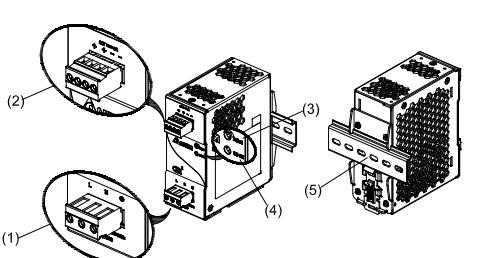
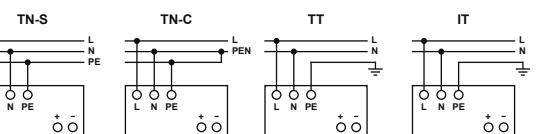

Figure 1
Figure 6
5.1. Anschluss der Eingangsklemmen (Abb. 1 (1), Abb. 6)
5.2. Anschluss der Ausgangsklemmen (Abb. 1 (2))
Verwenden Sie die Schraubklemmen „+“ und „-“, um den 24Vdc-Anschluss herzustellen. Am Ausgang stehen 24Vdc zur Verfügung. Die Ausgangsspannung kann am Potentiometer zwischen 24 und 28Vdc eingestellt werden. Die grüne LED „DC OK“ zeigt die korrekte Funktion des Ausgangs an (Abb. 1 (4)). Das Gerät verfügt über einen Kurzschluss-, Überlast- und Überspannungsschutz, der auf 35Vdc begrenzt ist.
2. Device description (Fig. 1)
5.1. Input connection (Fig. 1 (1), Fig. 6)